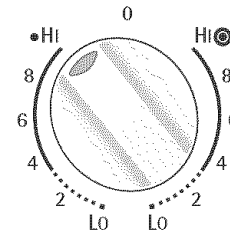

Figura 3
La cubierta está equipada con un elemento superior radiante doble situado en la posición delantera derecha y izquierda (Ver Figuras 1 & 2). Los símbolos en el panel de control se usan para indicar que serpentín del elemento radiante doble se calentará. El símbolo ● indica que solamente el serpentín interior se calentará (Figura 3). El símbolo ☉ indica que se calentarán tanto el serpentín exterior como el interior (Figura 4). Usted puede cambiar cualquiera de estos dos ajustes en cualquier momento mientras esté cocinando.
2. Oprima y gire la perilla de control a la izquierda (Ver Figura 3) para un utensilio de cocina más pequeño o a la derecha (Ver Figura 4) para un utensilio más grande.